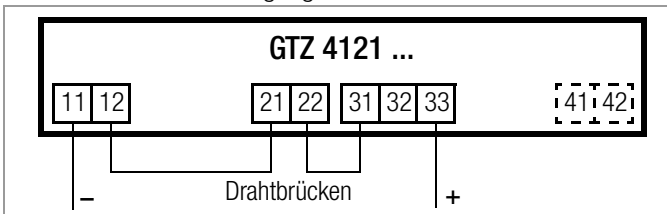

Bild 2 Anschluss der Ausgänge bei Drehstrom (Wandler 1 ... 3)
- ☞ Schließen Sie die Ausgänge nach Bild 2 und 3 an.